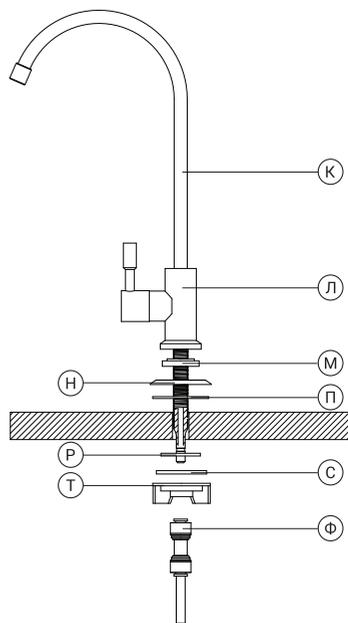

Рис. 13
2. Удалите транспортную заглушку и произведите монтаж крана (рис. 13) в следующей последовательности: